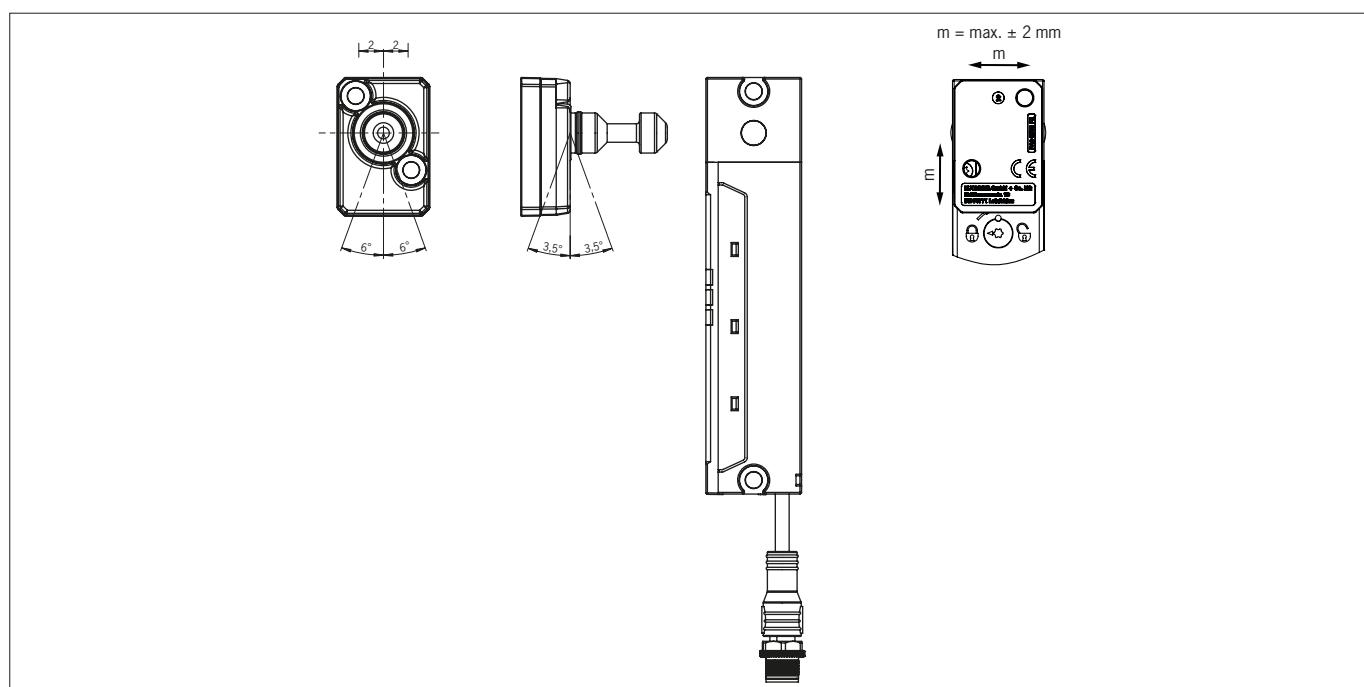

図4: アクチュエーターの最大偏向角および最大センターオフセット
- ・スイッチとアクチュエーターの最大許容傾斜角を順守してください（図4を参照）。